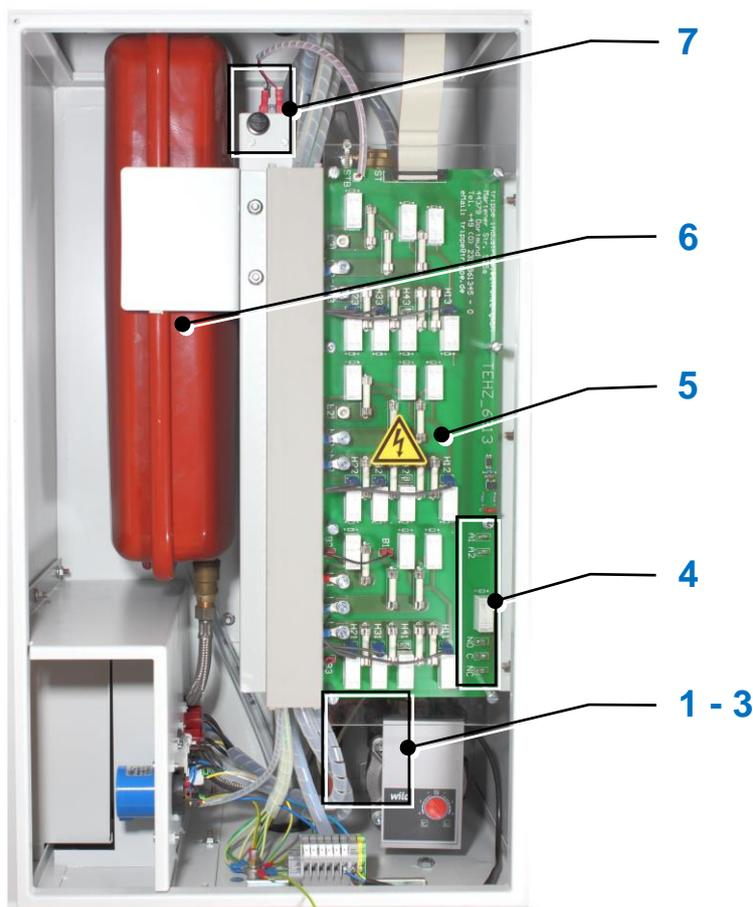
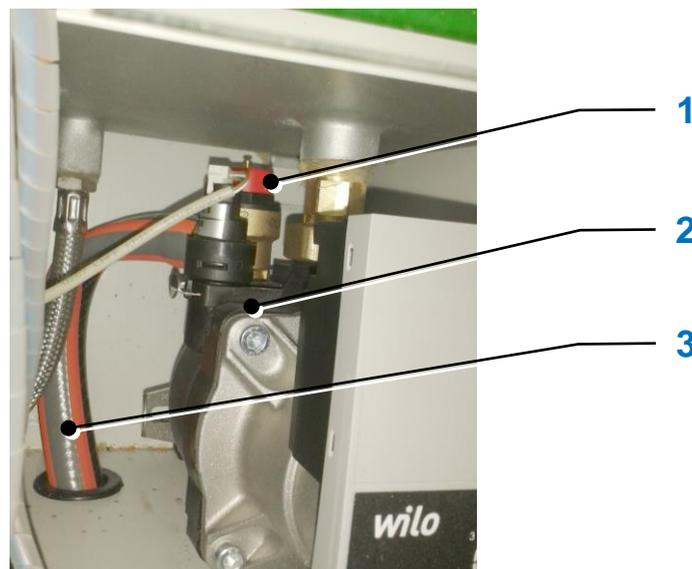

Abb. 2): Innenansicht der mobilen Heizzentrale (beispielhaft)
Abb. 3): Sicherheitsventil (Pos.1) an der Umwälzpumpe
1 - 3	- Sicherheitsventil an der Umwälzpumpe (siehe Kap. 2.4, Abb. 3)
*Anmerkung: Die Ziffern in Klammern (X) beziehen sich auf die Positionsnummern in Abb. 2 im Kap. 2.3 und Abb. 3 in diesem Kapitel.*
Die Schutzabdeckung (siehe Abb. 2, Pos. 5) befindet sich vor der Relaisplatine und bildet einen mechanischen Schutz der empfindlichen elektronischen Bauteile.
Das MAG (siehe Abb. 2, Pos. 6) gleicht Druckschwankungen im Heizsystem aus.
Der STB (siehe Abb. 2, Pos. 7) schaltet beim Erreichen der Temperatur von 95 °C die Heizung ab. Damit die mobile Elektroheizzentrale weiter betrieben werden kann, muss die Temperatur zunächst einmal zu einem Wert im Normalbereich (< 80 °C) zurückkehren und der STB zurückgestellt werden.